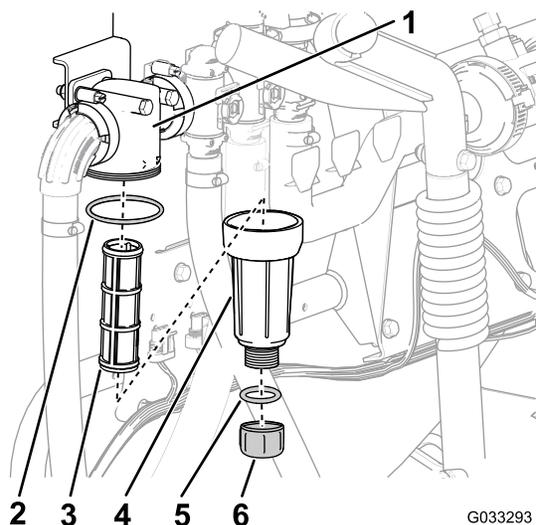

Рисунок 56
2. Поместите сливной поддон под фильтр линии нагнетания (Рисунок 56).
3. Поверните маслосливную пробку против часовой стрелки и снимите ее со стакана фильтра линии нагнетания (Рисунок 56).
4. Поверните стакан против часовой стрелки и снимите его с головки фильтра (Рисунок 56).
5. Извлеките старый элемент фильтра линии нагнетания (Рисунок 56).
6. Проверьте уплотнительное кольцо маслосливной пробки (расположенное внутри стакана) и уплотнительное кольцо стакана (расположенное внутри головки фильтра) на повреждения и износ (Рисунок 56).
7. Вставьте новый элемент фильтра линии нагнетания в головку фильтра (Рисунок 56).
8. Установите стакан на головку фильтра, затянув вручную (Рисунок 56).
9. Установите пробку на стакан, затянув вручную (Рисунок 56).